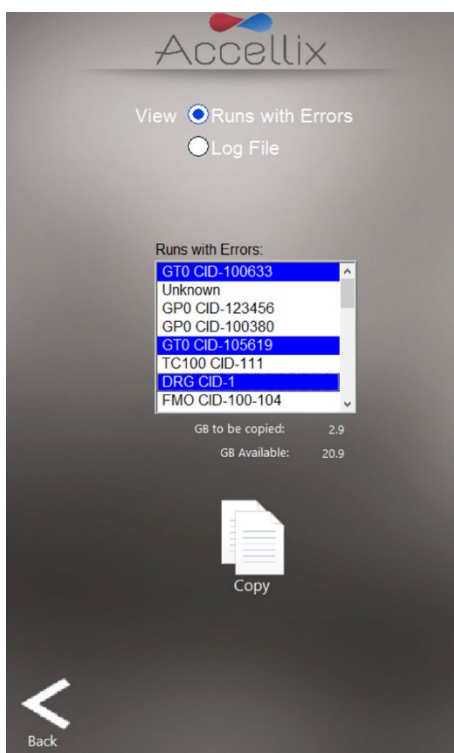

图 21：复制有错误的测试运行屏幕
- 可以选择并复制与产生错误的测试运行有关的文件（图 21）。在按住所连接键盘上